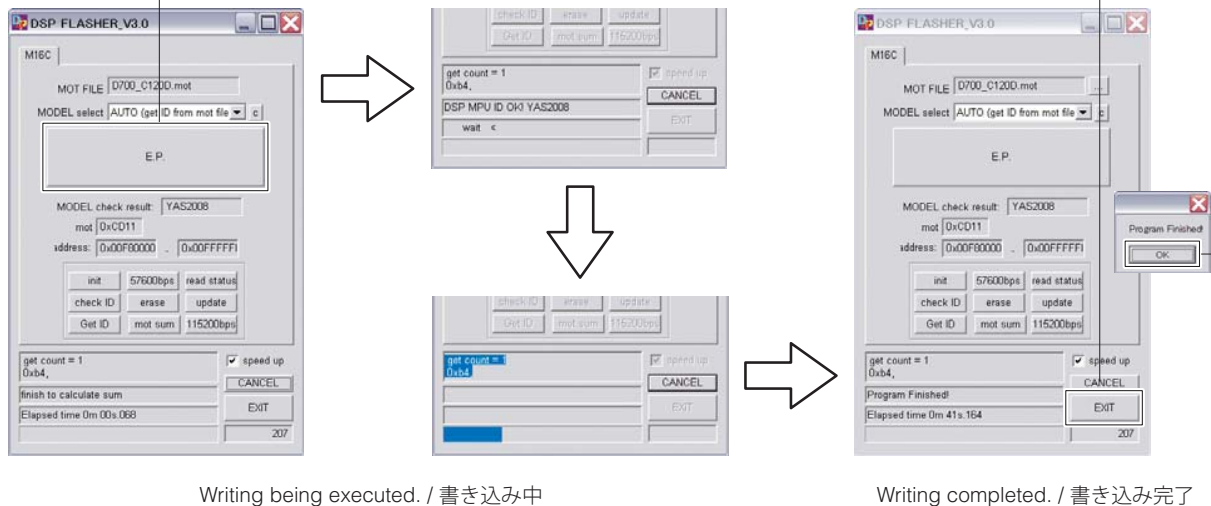

Fig. 3
| <p>3. Connect the power cable of this unit to the AC outlet.</p> <p>4. Click [E.P.] to start writing. (Fig. 3)</p> <p>5. When writing of the firmware is completed, "Program Finished!" is displayed. (Fig. 3)
Click [OK]. (Fig. 3)</p> <p>6. Click [EXIT] to end DSP_FLASHER_v3.0.exe. (Fig. 3)</p> | <p>3. 本機の電源コードを AC コンセントに接続します。</p> <p>4. [E.P.] をクリックして書き込みを開始します。(Fig. 3)</p> <p>5. ファームウェアの書き込みが完了すると、"Program Finished!" が表示されます。(Fig. 3)
[OK] をクリックします。(Fig. 3)</p> <p>6. [EXIT] をクリックして DSP_FLASHER_v3.0.exe を終了します。(Fig. 3)</p> |
6. When writing of the firmware is completed, "Vx61 DSP Flash finished!" is displayed. (Fig. 3)